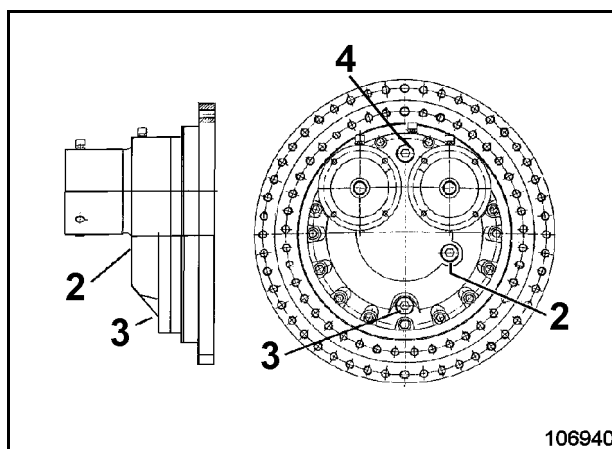

Fig. 3-105:
- Desenroscar el tornillo de cierre (3, Fig. 3-105:) y purgar el aceite por completo. Será más fácil la salida del aceite si se desenrosca el tornillo de cierre (4).
- Enroscar el tornillo de cierre (3).